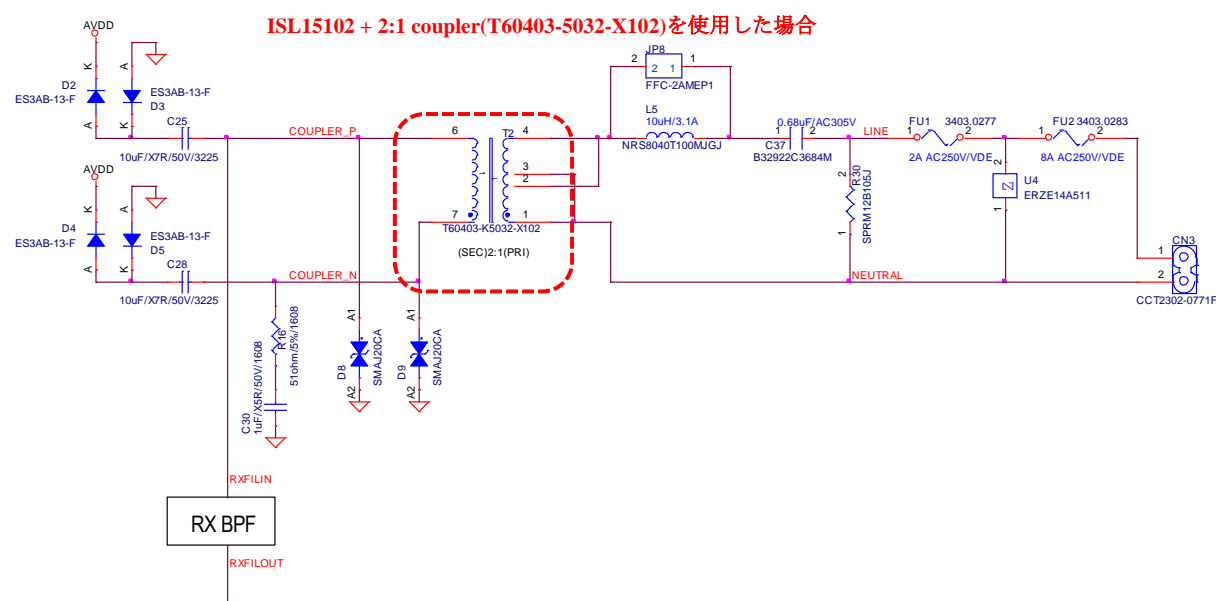

Figure 3-8 推奨 PLC coupler(T60403-5032-X102)の 2:1 使用時の接続例
- 推奨の PLC Coupler は、T60403-5032-X102 になります。推奨 PLC coupler(T60403-5032-X102)の 2:1 使用時の接続例を Figure 3-8 に示します。